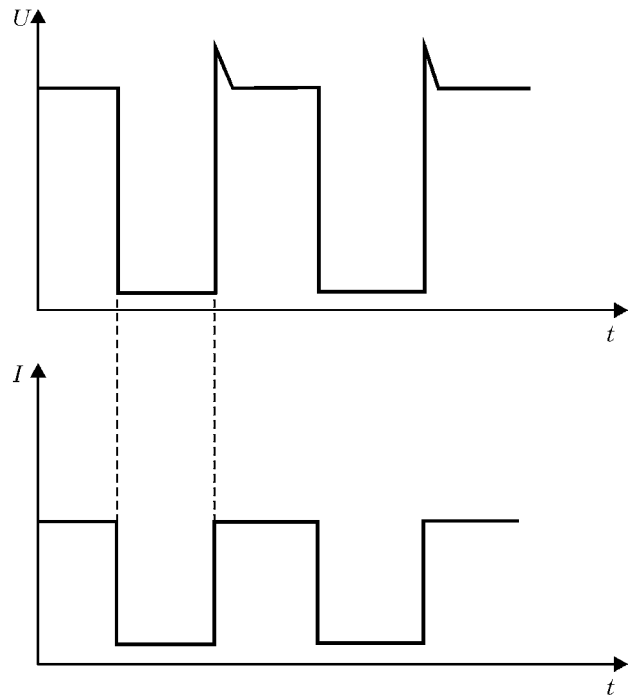

Рис. 5. Переход материала в шов, осуществляемый почти без тока
*Перенос материала без образования брызг.* Результат достигается отводом проволоки в момент возникновения короткого замыкания, что помогает отделению капли. Короткое замыкание под контролем, ток короткого замыкания незначителен (рис. 5), что обеспечивает перенос материала без образования брызг.